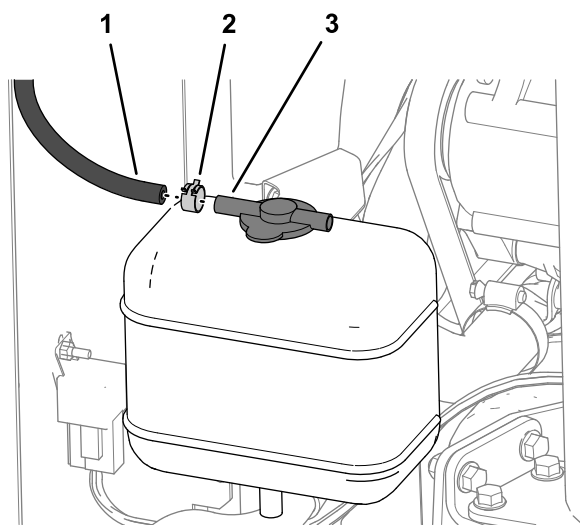

Figur 53
1. Monter køletanken på kølevæskens beholderbeslag som vist i Figur 53.